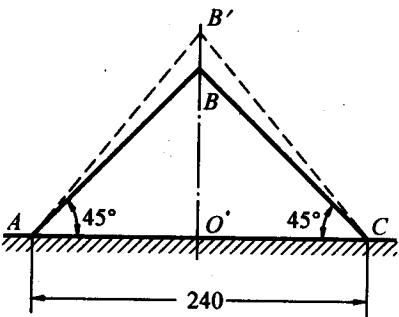

图 1-5
1.5 图 1-5 所示的三角形薄板因受外力作用而变形, 角点 B 垂直向上的位移为 0.03 mm, 但 AB 和 BC 仍保持为直线。试求沿 OB 的平均应变, 并求 AB 与 BC 两边在 B 点的角度改变。